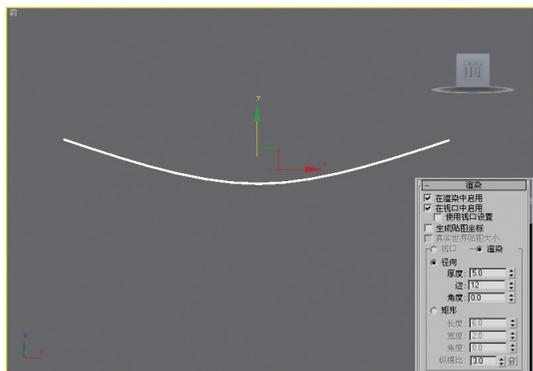

图9-66 转换为可编辑多边形
**04** 在修改面板中展开【渲染】卷展栏，按照图9-66所示的参数设置，并将其转换为可编辑多边形。